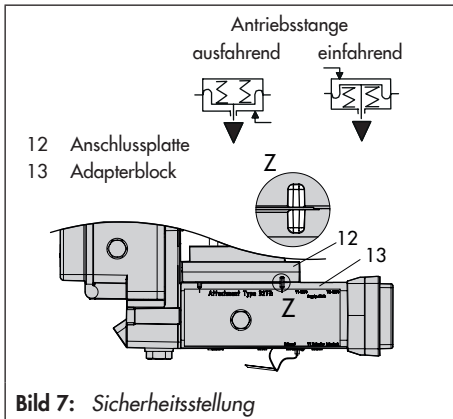

Bild 7: Sicherheitsstellung
7. Schrauben (13.1) durch die mittigen Bohrlöcher des Adapterblocks (13) führen.
8. Anschlussplatte (12) zusammen mit Dichtung (12.1) entsprechend der Sicherheitsstellung „Antriebsstange ausfahrend“ oder „Antriebsstange einfahrend“ auf die Schrauben (13.1) stecken. Es ist die Sicherheitsstellung aktiv, bei der die Nut von Adapterblock (13) mit der der Anschlussplatte (12) übereinstimmt (Bild 7).